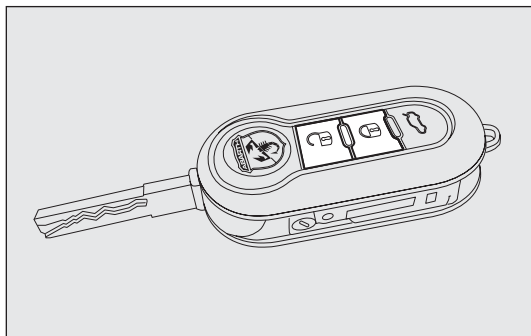
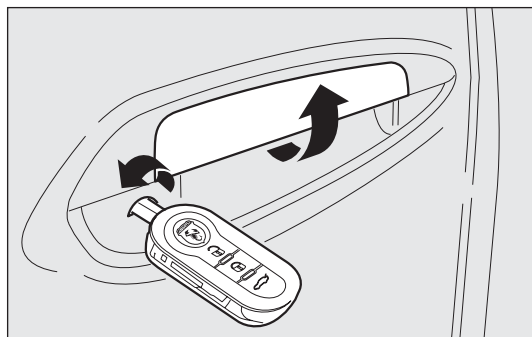
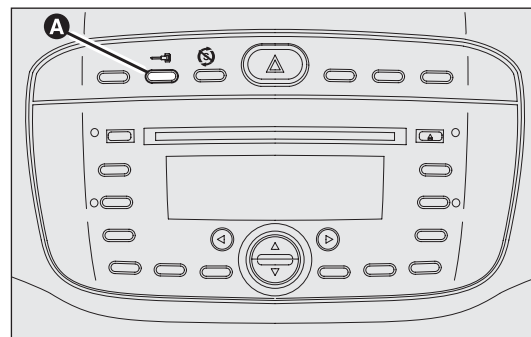

fig. 67
fig. 68
fig. 69
Con porte chiuse premere il pulsante  sul telecomando fig. 67 oppure inserire e ruotare l'inserto metallico nella serratura della porta lato guida in senso orario fig. 68. L'avvenuto bloccaggio delle porte è segnalato dalla singola accensione del led sul pulsante A-fig. 69. Il blocco delle porte viene attivato solo se tutte le porte sono chiuse. Se una o più porte sono aperte a seguito della pressione del pulsante  sul telecomando fig. 67, gli indicatori di direzione ed il led presente sul pulsante A-fig. 69 lampeggiano velocemente per circa 3 secondi.
Se una o più porte sono invece aperte a seguito della rotazione dell'inserto metallico della chiave solo il led presente sul pulsante A-fig. 69 lampeggia velocemente per circa 3 secondi. Se le porte sono chiuse ma il bagagliaio è aperto il blocco delle porte viene effettuato: gli indicatori di direzione (solo per blocco effettuato premendo il pulsante  fig. 67) ed il led presente sul pulsante A-fig. 69 lampeggiano velocemente per circa 3 secondi.
Con funzione attiva è comunque possibile sbloccare le serrature delle altre porte, premendo il pulsante A-fig. 69 posto sul mobiletto centrale.
Effettuando una doppia pressione rapida del pulsante  sul telecomando fig. 67 si attiva il dispositivo dead lock (vedere paragrafo "Dispositivo dead lock").
Premere brevemente il pulsante  fig. 67 per avere lo sblocco delle porte a distanza, l'accensione temporizzata delle plafoniere interne e doppia segnalazione luminosa degli indicatori di direzione oppure inserire e ruotare l'inserto metallico nella serratura della porta lato guida in senso antiorario come illustrato in fig. 68.
Premere il pulsante A-fig. 69 per bloccare/sbloccare tutte le porte. Il pulsante è dotato di un led che indica lo stato (porte bloccate o sbloccate) della vettura.
non sarà possibile effettuare lo sblocco tramite il pulsante A-fig. 69 ubicato tra i comandi su plancia.
- ☐ pulsante A-fig. 69 di blocco/sblocco;
Il dispositivo si inserisce automaticamente su tutte le porte nel caso in cui si effettui una doppia pressione rapida sul pulsante  sulla chiave con telecomando fig. 67.
L'avvenuto inserimento del dispositivo è segnalato da 3 lampeggi degli indicatori di direzione e dal lampeggio del led ubicato sul pulsante A-fig. 69 ubicato tra i comandi su plancia.